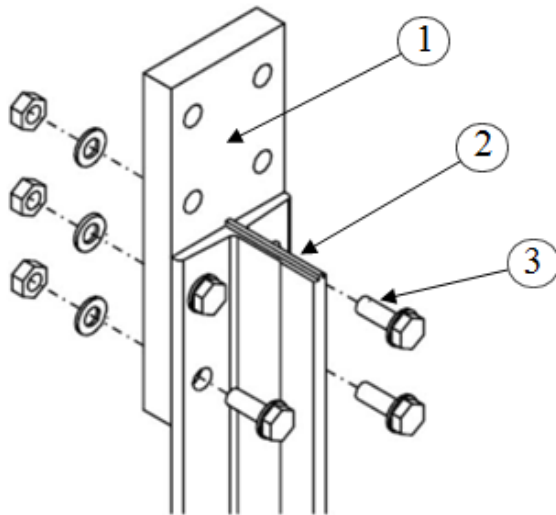

рис.6
5.3.2 Установить на верхнем конце направляющей стыковую пластину поз. 1 (рис. 6)